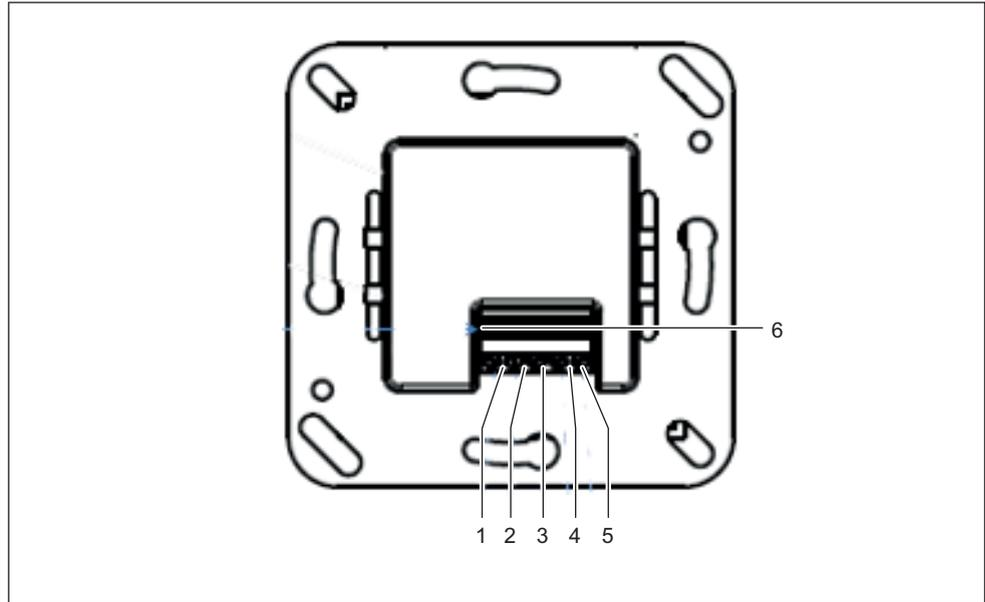

Abb. 10: Anschlüsse Leser WRU 220
2. Anschlussleitungen an den Klemmen des Lesers anschließen (siehe Abb. 10: Anschlüsse Leser WRU 220 auf Seite 16).
5. Anschlussleitungen an den Klemmen des Lesers anschließen (siehe Abb. 10: Anschlüsse Leser WRU 220 auf Seite 16).